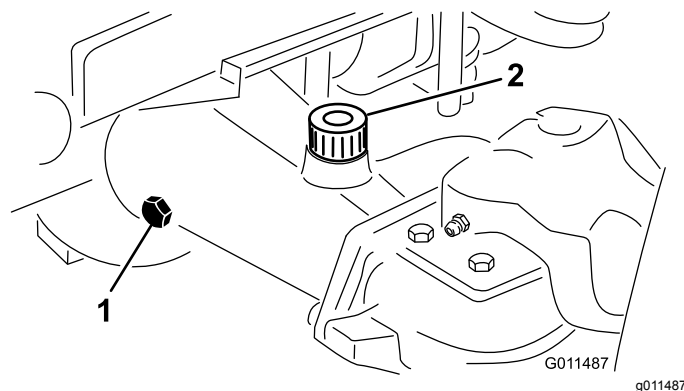

Figura 84
2. Togliete il tappo di controllo da un'estremità del ponte e verificate che il lubrificante raggiunga la base del foro (Figura 84).